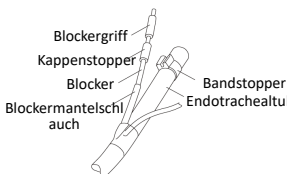

Abb. 6
1. Bewegen Sie den Kappenstopper, drehen Sie ihn (falls erforderlich), und montieren Sie ihn am Mantelrohr des Blockers (Abb. 6).